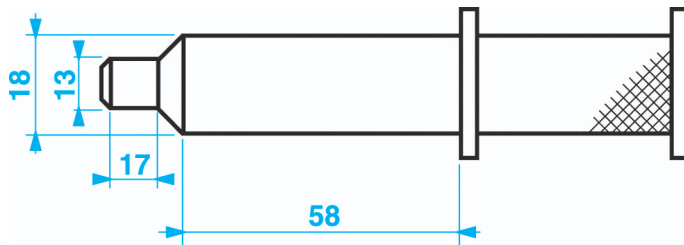
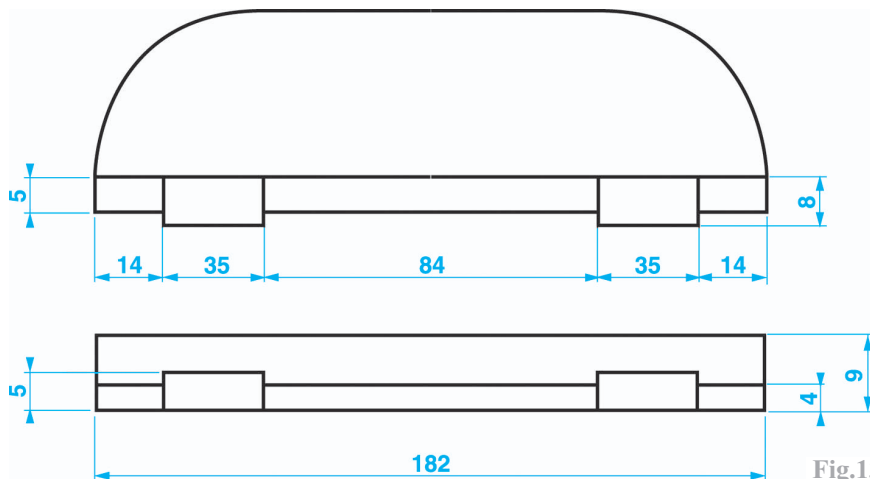

Fig.11
Fig.13
Introduire l'outil **KM-952** (1) (Fig.11 et 12) dans l'orifice et faire pivoter lentement le vilebrequin dans le sens de rotation du moteur jusqu'à ce que la pige s'introduise dans la plaque de base du bloc-cylindres ou dans le flasque de vilebrequin. Dans cette position, le repère de la poulie de vilebrequin doit être aligné avec le repère situé sur le carter de distribution. Insérer l'outil **KM-953** (Fig.13 et 14) dans les arbres à cames, il doit s'engager à fond dans les gorges.